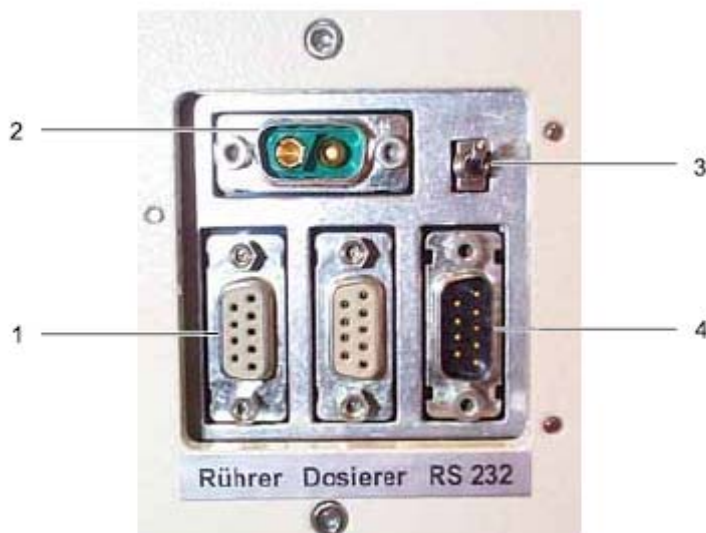

图90 自动进样器接口
1 排水管	6 电源组接口（见图 90）
2. 连接 RS232 线至自动进样器后部的 RS232 接口。(图 90)
4. 将振荡器与自动进样器后部的相应接口连接。(图 90)
6. 将电源组中的 24VDC 接口与自动进样器后部接口连接。(图 90)